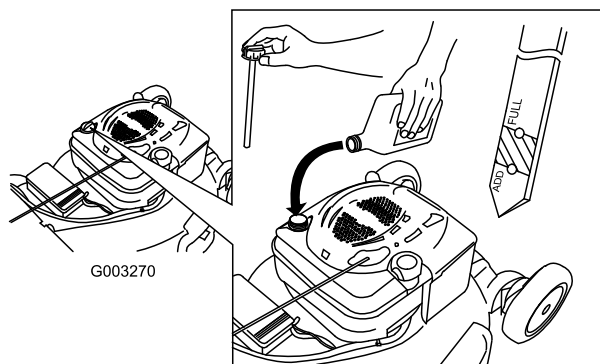

Figura 12
2. Retire la varilla (Figura 12).
5. Retire la varilla y observe el nivel de aceite; consulte Figura 12.